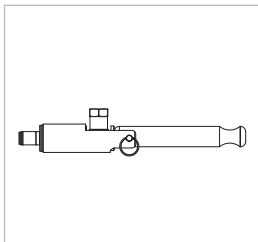

Figure 2
- ▶ Amenez le levier de serrage (pos. 2) en position de sortie droite (Figure 2).